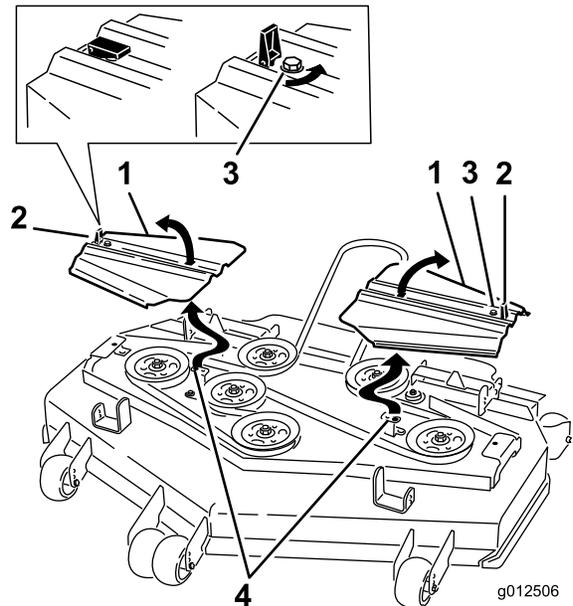

Bild 91
14. Setzen Sie die Riemenabdeckungen auf. Die Nasen sollten in den Schlitzen stecken. Setzen Sie die Schrauben und schließen Sie die Laschen (Bild 91).